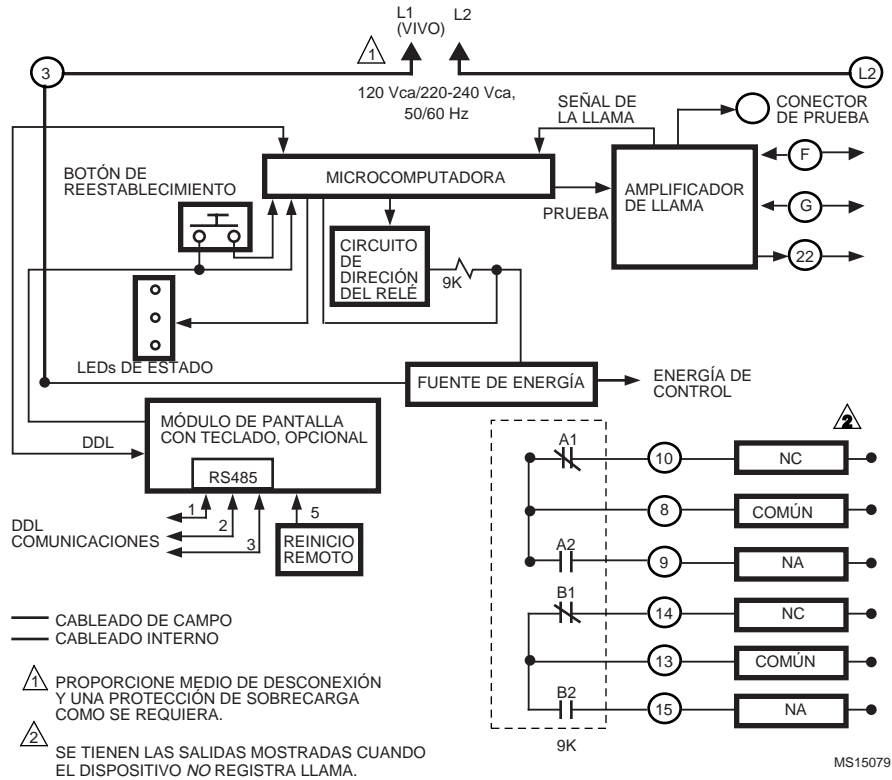

Fig. 1. Diagrama Interno de los EC/RM7823A (Ver Fig. 2 para instrucciones detalladas de cableado).
1. Para un cableado adecuado de la subbase, refiérase a las Figs. 1 ó 2.